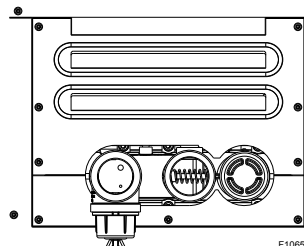

Figure 30. Panneaux d'accès
1. Retirez les panneaux d'accès côtés droit et gauche. Voir **Figure 30**.